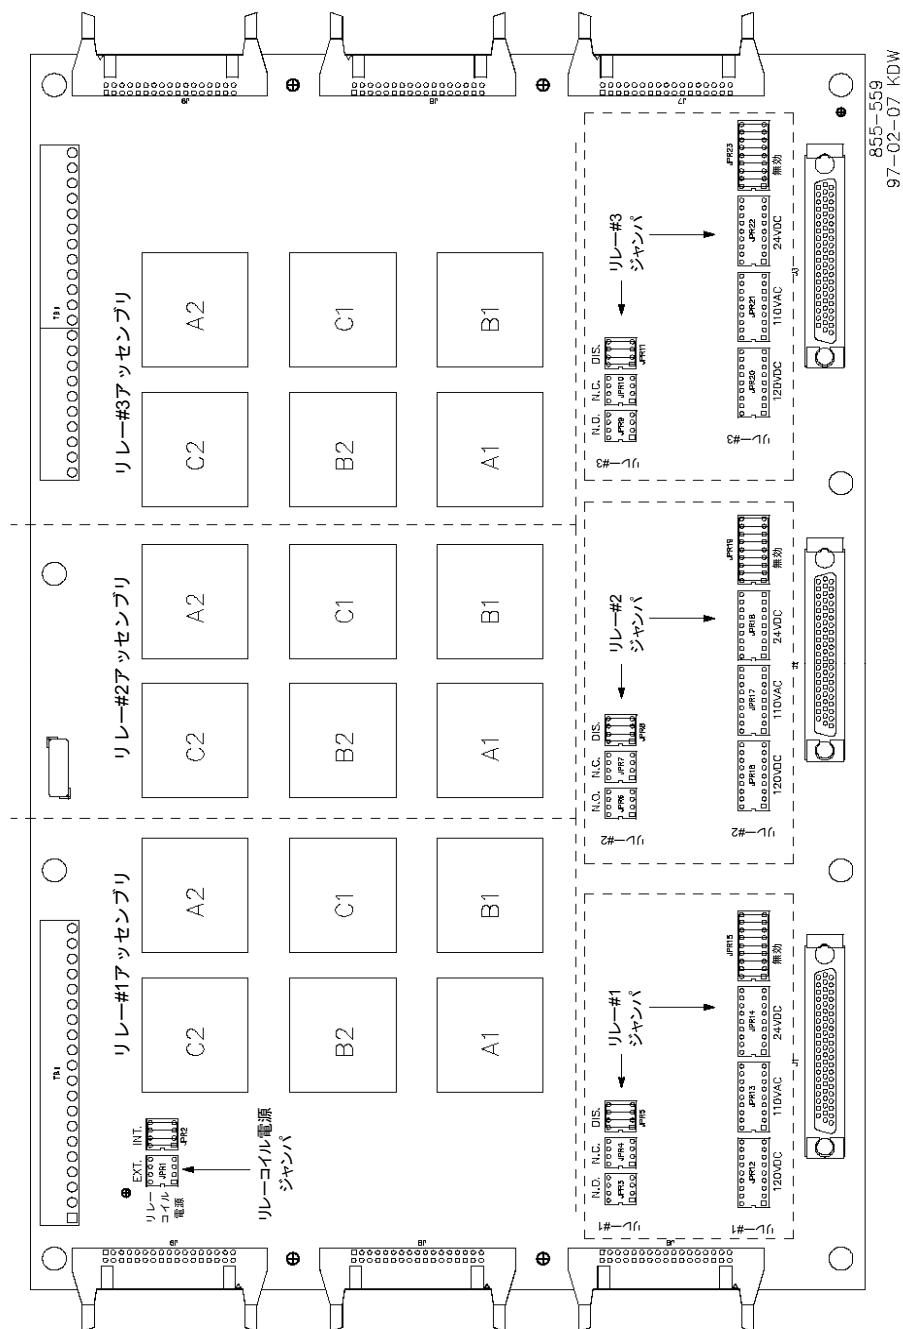

図 4-17. ジャンパとリレーの配置図
1. リレー出力が使用される回路の電圧レベルがDC18～32 V、DC100～150 V、AC88～132 Vであることを確認します。回路電圧がこれらの範囲内でない場合は、無効状態でリレージャンパをセットしてリレー出力の潜在故障検知を無効にします。図4-17を参照してください。